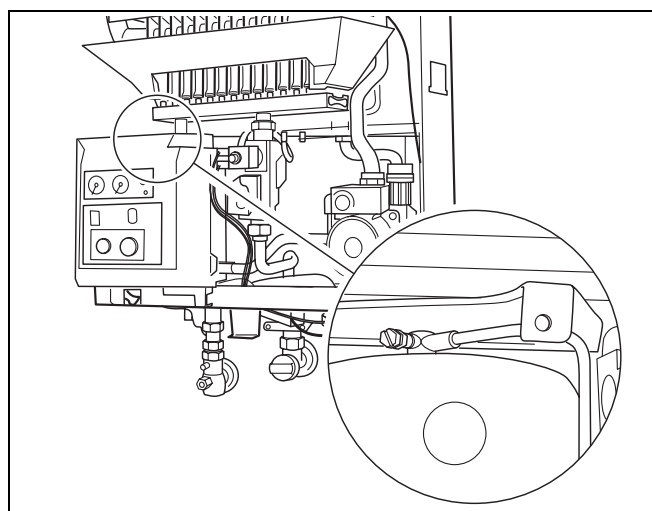

fig. 21 Purger l'échangeur de chaleur d'eau chaude
- Purger l'échangeur de chaleur d'eau chaude par la vis de purge d'air du côté du circuit de chauffage (fig. 21).